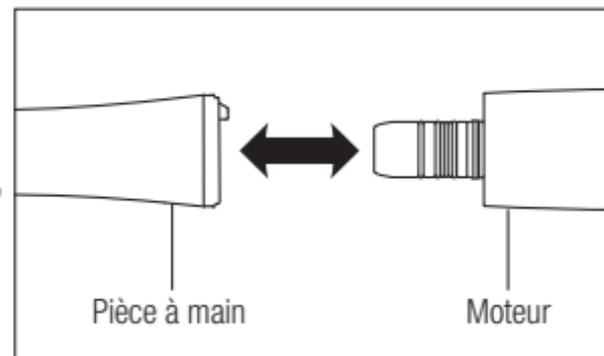

Fig. 1
- 1) Insérez la pièce à main directement au moteur (Fig. 1). Lors de la connexion d'une pièce à main optique, vissez la pièce à main jusqu'à ce qu'un déclic retentisse indiquant que la pièce est verrouillée en position.